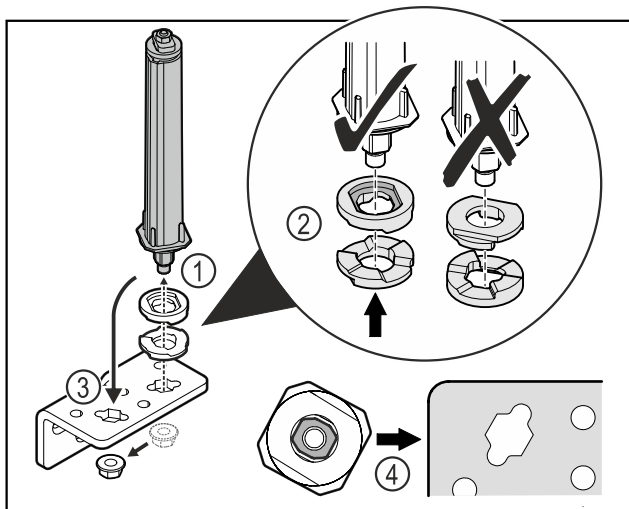

Fig. 40
- ▶ Lossa muttern och ta bort dörrlåssystemet Fig. 40 (1).
- ▶ Se till att rikta brickorna för höjdjustering korrekt Fig. 40 (2).
- ▶ Montera om dörrlåssystemet i gångjärnsfästet och fixera med muttern Fig. 40 (3).
- ▶ Kontrollera att dörrlåssystemet är korrekt riktat vid monteringen Fig. 40 (4).